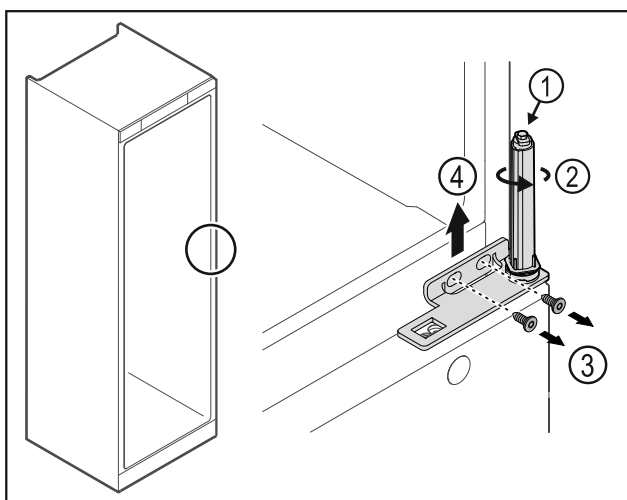

Fig. 33
- ▶ Du må ikke adskille dørlukkesystemet Fig. 33 (1).
- ▶ Drej lukkesystemet Fig. 33 (2), indtil det klikker.
- ▶ Løsn skruerne Fig. 33 (3), og tag hængselvinklen af Fig. 33 (4) opefter.